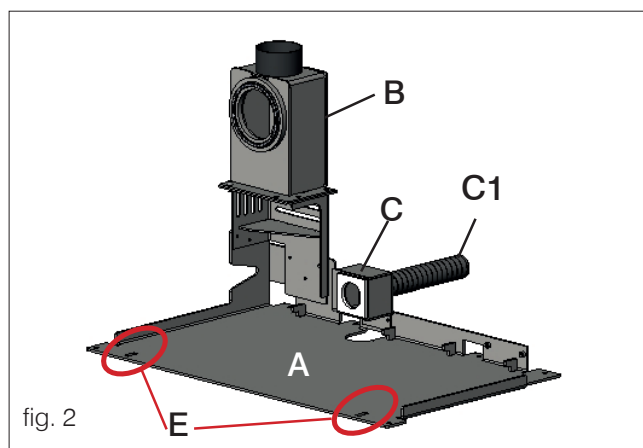
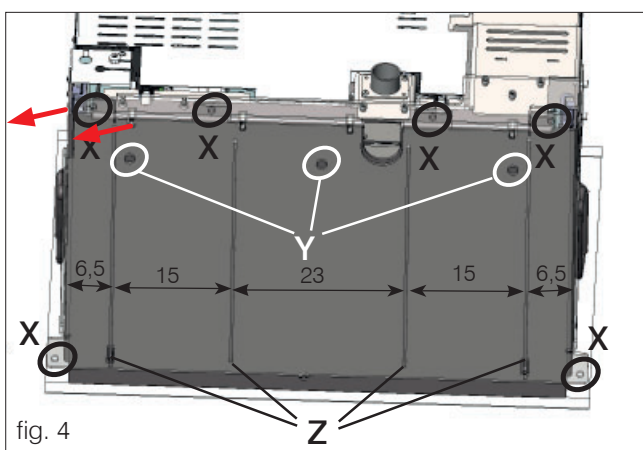

fig. 2
fig. 4
- Nadat u de juiste positie van de inbouwhaard heeft vastgesteld, moet u hem optillen m.b.v. de twee handgrepen aan de zijkant (D), vanaf de basisplaat (A).
- Bevestig de basisplaat (A - afb. 2) op de basis in de openingen die op de rand van de plaat (X) zitten m.b.v. bouten.
Gebruik als alternatief de bestaande openingen, in dezelfde basisplaat (Y - afb. 4) m.b.v. schroeven met verzonken kop (de kop van de schroef mag niet meer dan 2 mm boven de basisplaat uitsteken).
De klant kan andere gaten maken, ervoor zorgend dat deze niet overeenkomen met de rails (Z - afb. 4)
- Doe de inbouwhaard weer op zijn plaats (afb. 4) door hem op de basisplaat te schuiven (A - afb. 2) tot aan de eindaanslag (de inbouwhaard moet worden vastgeklemd tussen de twee sleuven (E - afb. 2) die aan de voorzijde zitten van de basisplaat (A - afb. 2). Zorg ervoor dat de voedingskabel niet wordt platgedrukt tussen de twee platen.